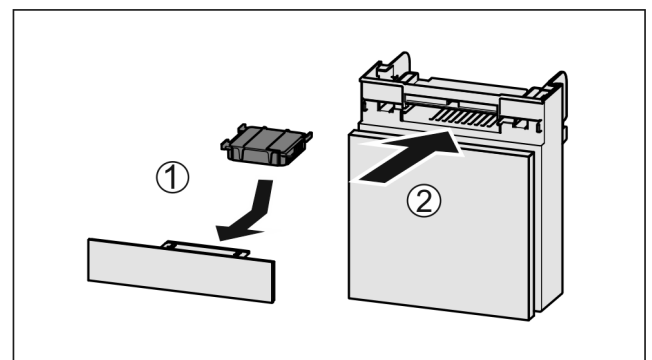

Fig. 210
- ▶ Aktivkohlefilter nach Abbildung einsetzen Fig. 210 (1).
- ▶ Fach einschieben Fig. 210 (2).